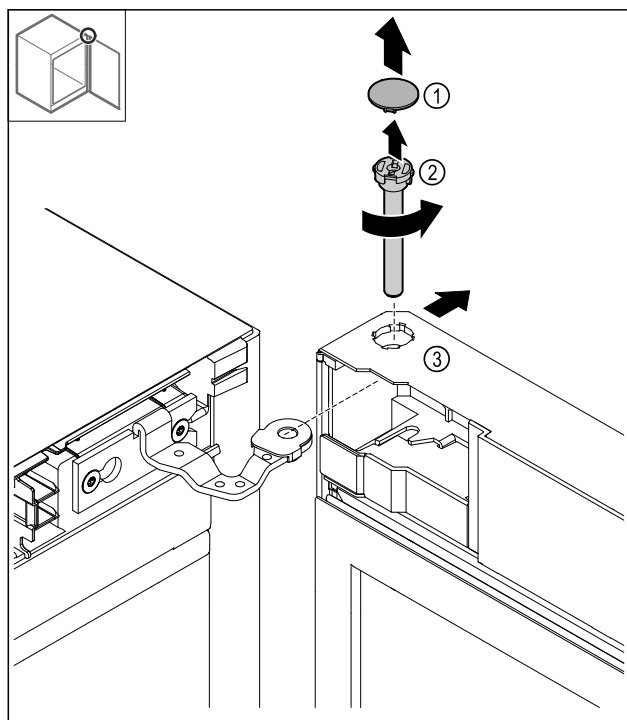

Fig. 18
- ▶ Detașați capacul Fig. 18 (1).
- ▶ Desfaceți bolțul Fig. 18 (2) în sens antiorar și extrageți-l.
- ▶ Basculați ușor ușa Fig. 18 (3).